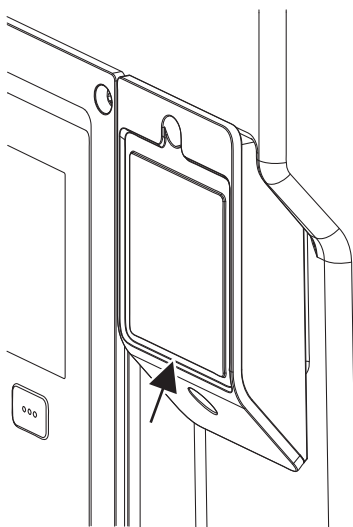

Fig. 32: Abdeckung für Wilo-Smart Connect Modul BT
1. Schraube der Wilo-Smart Connect Modulabdeckung (Fig. 32) lösen und Abdeckung öffnen.
Aufgrund der Konstruktion kann das Wilo-Smart Connect Modul BT nur in einer Ausrichtung aufgesteckt werden. Eine weitere Fixierung des Moduls selbst erfolgt nicht. Die Wilo-Smart Connect Modulabdeckung (Fig. 32) auf dem Elektronikmodul-Oberteil hält das Modul fest in der Schnittstelle.